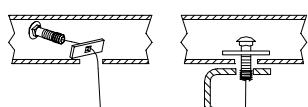

Figure 3.
①	Qty. (6)	Hex Bolt M12	⑤	Qty. (2)	Block 1-1/2 X 2 (Small Block)
②	Qty. (8)	Conical Washer	⑥	Qty. (2)	Block 1-1/2 X 3 (Large Block)
③	Qty. (4)	Carriage Bolt 1/2-13	⑦	Qty. (2)	Pull Wire
④	Qty. (4)	Hex Nut 1/2-13
- Feed the carriage bolt and large block thru slots on bottom of frame rails using the pull wire, as shown Figure 3.
①	Qté (6)	Boulon hexagonal M12	⑤	Qté (2)	Bloc 1-1/2 X 2 (petit)
②	Qté (8)	Rondelle conique	⑥	Qté (2)	Bloc 1-1/2 X 3 (grand)
③	Qté (4)	Boulon de carrosserie 1/2-13	⑦	Qté (2)	Fil de tirage
④	Qté (4)	Écrou hexagonal 1/2-13
3. À l'aide d'un fil de tirage, insérer un boulon de carrosserie et un grand bloc à travers les fentes dans le bas des longerons de châssis, tel qu'illustré à la figure 3.